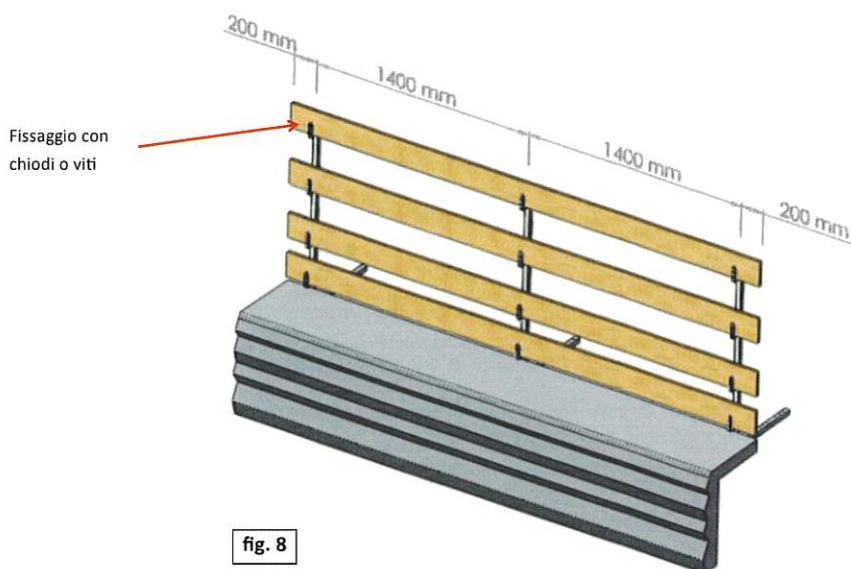

fig. 8
- Le tavole (fig. 8) o i profili utilizzati devono essere integri sotto l'aspetto della resistenza e la loro lunghezza minima deve essere superiore di almeno 400 mm a due campate. (esempio: 1400 mm + 1400 mm + 200 mm + 200 mm = 3200 mm)